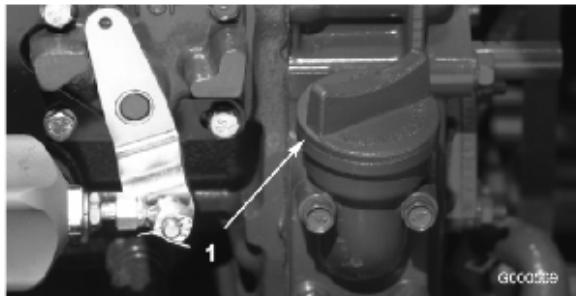

図 11
4. 不足している場合は、キャップ（図 11）を取り、Full 位置までオイルを補給する。入れすぎないこと。